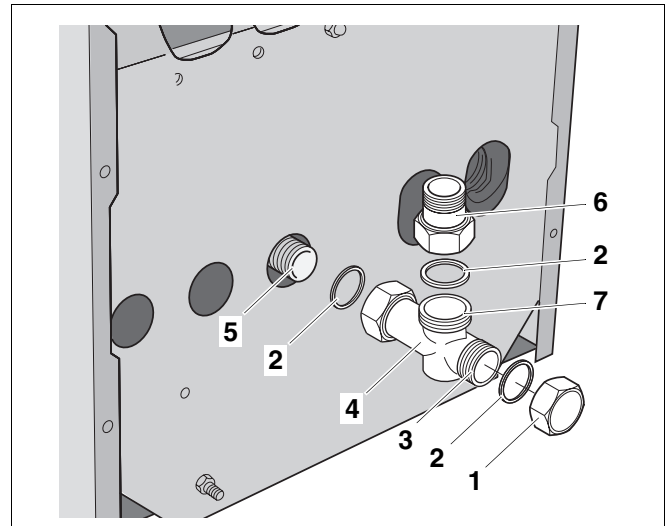

Abb. 9 Rücklauf am SG 14 A montieren
- Dichtung (Abb. 9, **Pos. 2**) in die Überwurfmutter des mitgelieferten T-Stücks (Abb. 9, **Pos. 4**) einlegen.
- T-Stück (Abb. 9, **Pos. 4**) am Rücklaufanschluss des Heizkessels RK (Abb. 9, **Pos. 5**) festschrauben.
Wenn Sie kein Heizkreis-Schnellmontage-System (Zubehör) verwenden, dann stellen Sie den Rücklaufanschluss mit dem mitgelieferten Übergangsstück G1¼ auf R1 (Abb. 9, **Pos. 6**) her.
- Dichtung (Abb. 9, **Pos. 2**) in die Überwurfmutter des mitgelieferten Übergangsstücks G1¼ auf R1 (Abb. 9, **Pos. 6**) einlegen.
- Das mitgelieferte Übergangsstück G1¼ auf R1 (Abb. 9, **Pos. 6**) für den Heizungsrücklauf (Abb. 9, **Pos. 7**) am 90°-Abgang montieren.
Wenn Sie keinen Warmwasserspeicher anschließen, müssen Sie das T-Stück (Abb. 9, **Pos. 4**) mit der Verschlusskappe (Abb. 9, **Pos. 1**) verschließen.
- Verschlusskappe (Abb. 9, **Pos. 1**) mit Dichtung (Abb. 9, **Pos. 2**) aufschrauben.
- Rücklauf eines Warmwasserspeichers (Abb. 9, **Pos. 3**, Seite 17) am hinteren Abgang des T-Stücks anschließen.